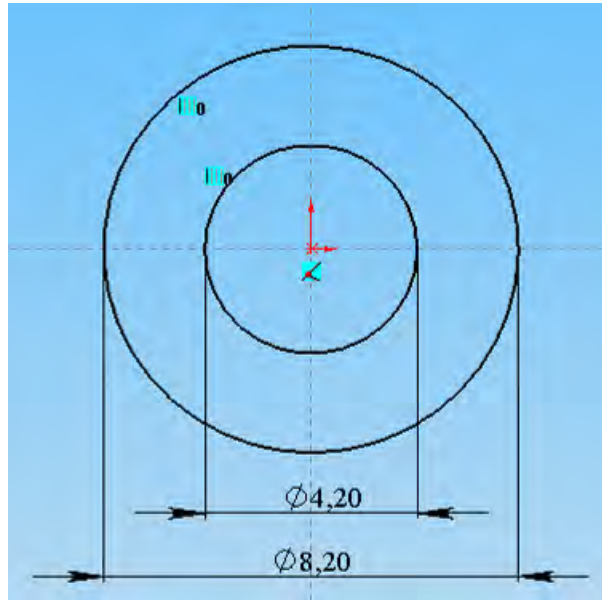

Рис. 10.13 Цілком визначений ескіз шайби
21. Натисніть клавішу **F**, кнопку **Zoom to Fit** (Змінити в розмір екрана) панелі інструментів **View** (Вид) чи виберіть **View, Modify, Zoom to Fit** (Вид, Змінити, У розмір екрана) з головного меню (Рис. 10.13).